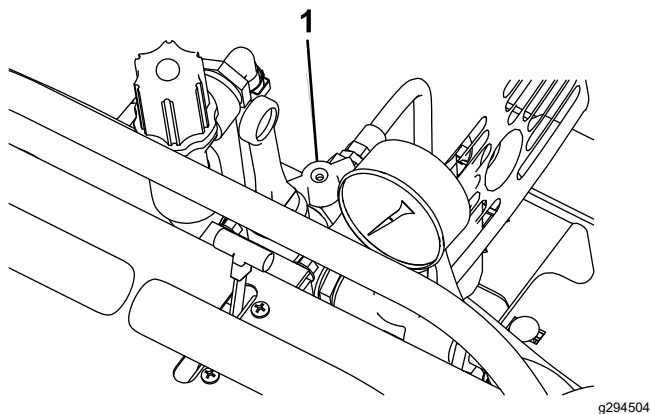

Figura 23
3. Gire la válvula de la pistola de pulverización a la posición de ABIERTO (Figura 23).